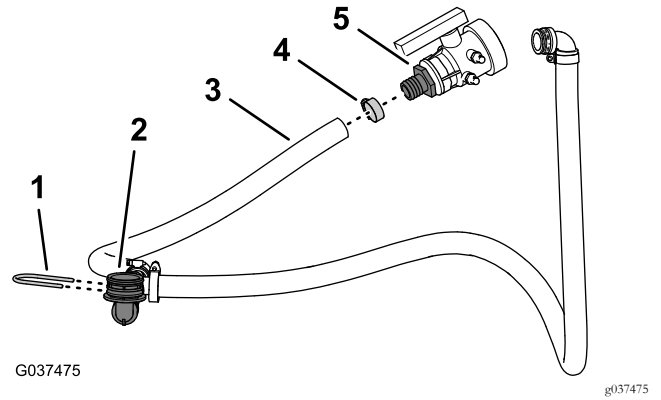

図 31
6. ドレンバルブのバーブ付きフィッティングとドレンホースをつないでいるホースクランプを外して、ホースからフィッティングを外す 図 31。